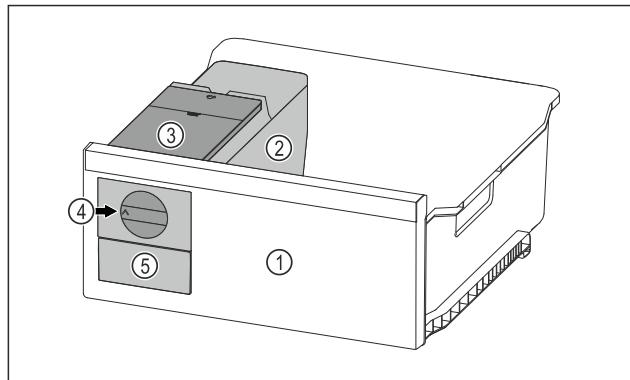

Fig. 122 Beispielhafte Darstellung
- Drehknopf Fig. 122 (4) im Uhrzeigersinn bis zum Anschlag drehen.
- Eiswürfel fallen aus der Eiswürfelschale in das Eiswürfelschubfach Fig. 122 (5).